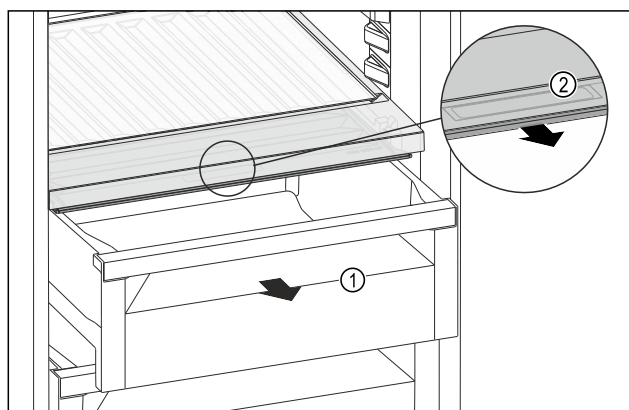

Fig. 109
- Schuifvak Fig. 109 (1) uittrekken.
- Greeplijst Fig. 109 (2) op het vakdeksel vastpakken en het vakdeksel gelijktijdig naar voren trekken.